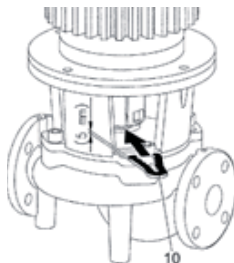

Fig. 13 : Fourche de montage pour les travaux de réglage
Pour tous les travaux de montage, l'utilisation de la fourche de montage (fig. 13, pos. 10) est impérative pour le réglage de la position correcte de la roue à l'intérieur du corps de la pompe !